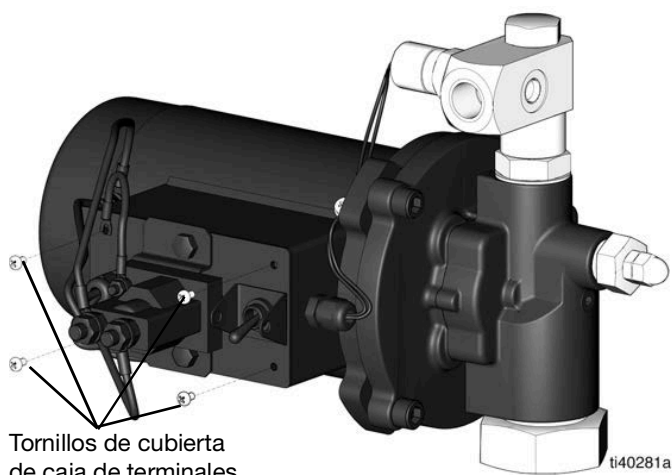

FIG. 11
5. Quite los cuatro tornillos de la cubierta de la caja de terminales (FIG. 11).